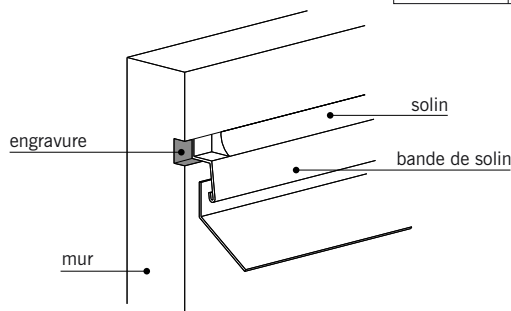

fig. 7.45
■ L'**engravure** (fig. 7.45) : rainure réalisée dans une paroi et destinée à recevoir une bande de solin ou tout autre matériau d'étanchéité.